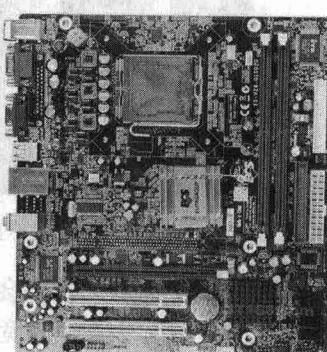

图 1-6 计算机的主板
- (3) 电子技术有力地推动了计算机技术的发展, 如计算机的主板, 如图 1-6 所示。